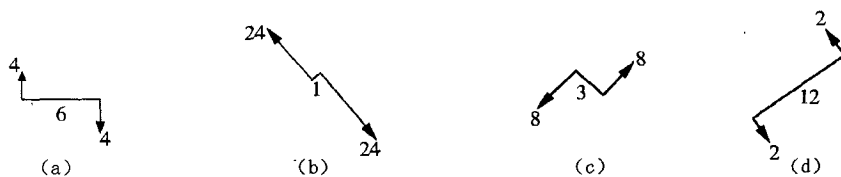

图 2-3
1. 试分析图 2-3 中四个力偶哪些是等效的(长度和力的单位分别统一)。